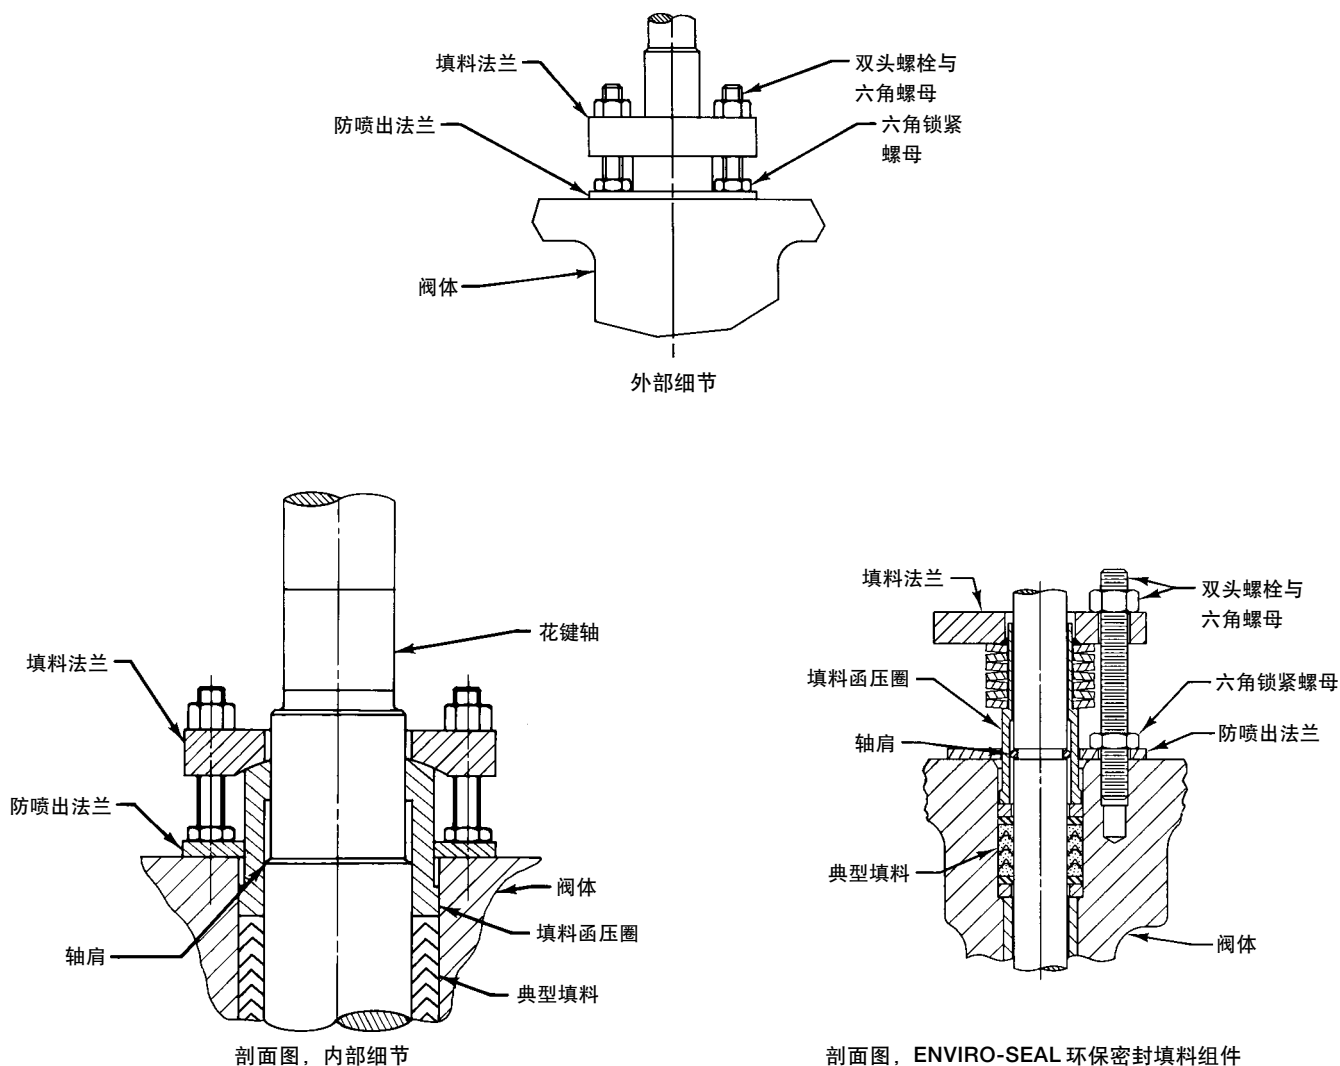

图7. 防喷设计细节
2. 拆下六角锁紧螺母（件 17）与防喷出法兰（件 10）。拆下填料压盖（件 12）。有关防喷装置的零件细节，请参考图 7。